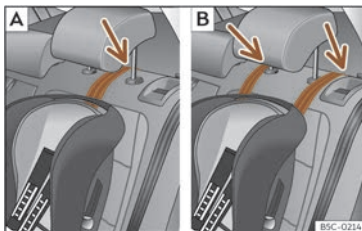

Fig. 37 Asientos traseros: ajuste y montaje en función del cinturón Top Tether.
- Coloque la correa por debajo del apoyacabezas (en función de las instrucciones de la propia silla, levante o retire el apoyacabezas si fuera necesario) >>> **fig. 37**.